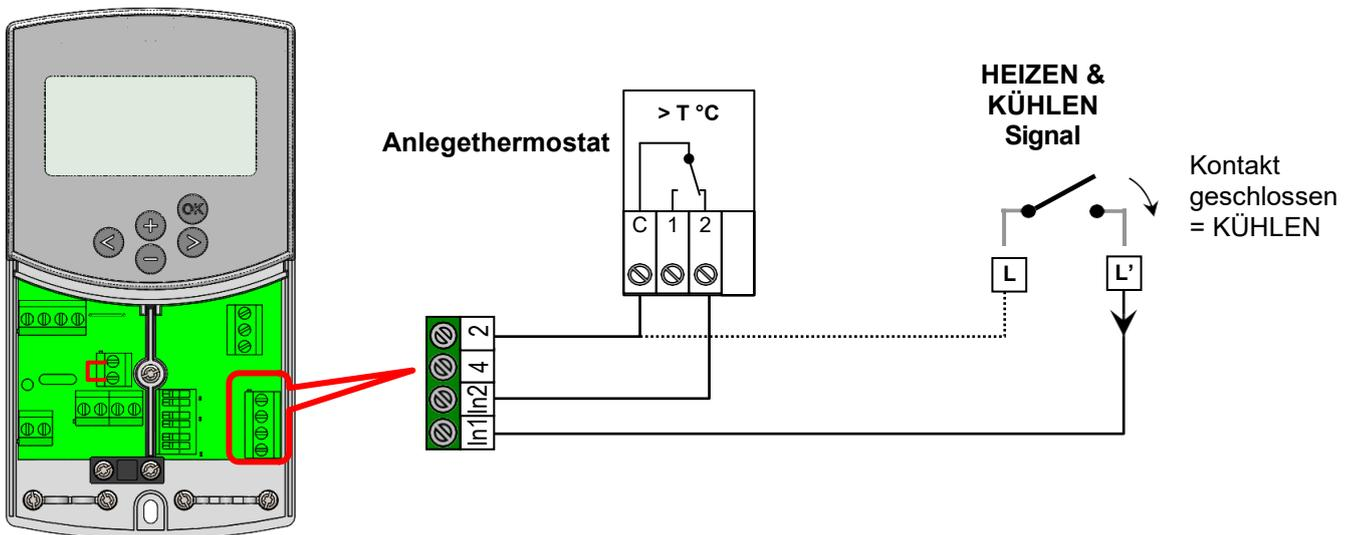

Abb. 10
Der Eingang In1 kann mit einem externen Umschaltsignal Heizen/Kühlen belegt werden. Dieses Signal kann beispielsweise von einer reversiblen Wärmepumpe bereitgestellt werden. (➔ **Abb. 10**)
(1) Der Eingang In1 kann mit einem Tauchthermostat belegt werden, welcher direkt in einen Speicher gesteckt werden sollte. Im Heizmodus schaltet der Thermostat die Pumpe1 ab, sofern der Speicher kein warmes Wasser enthält. Dadurch wird die Umwälzung von kaltem Wasser in die Heizkreise vermieden. Diese Funktion empfiehlt sich bei Holz-Feststoff-Kesseln.
(2) Dieser Eingang kann aber auch für eine Warmwasser Vorrangschaltung verwendet werden. In diesem Fall wird die Heizkreis Pumpe abgeschaltet, um den Speicherinhalt für die Warmwasserbereitung verfügbar zu halten. (➔ **Abb. 10**).
Der Eingang In2 kann mit einem externen Umschaltsignal Heizen/Kühlen belegt werden. Dieses Signal kann beispielsweise von einer reversiblen Wärmepumpe bereitgestellt werden. (➔ **Abb. 10**)
Der Eingang In2 kann mit einem Tauchthermostat belegt werden, welcher direkt in einen Speicher gesteckt werden sollte. Im Heizmodus schaltet der Thermostat die Pumpe1 ab, sofern der Speicher kein warmes Wasser enthält. Dadurch wird die Umwälzung von kaltem Wasser in die Heizkreise vermieden. (→ Abb. 10)